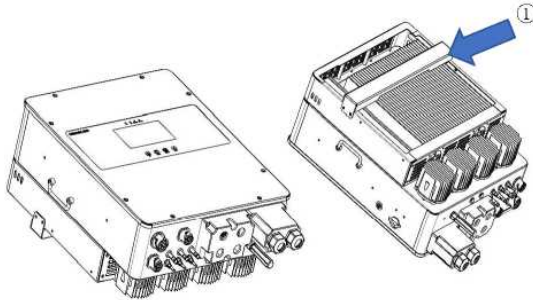
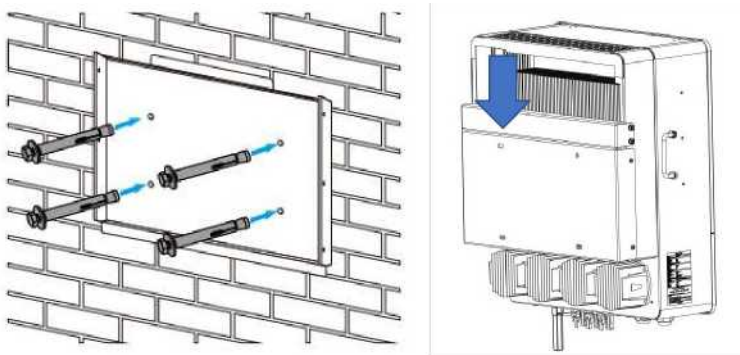

Рис. 2.7. Схема зняття кришки пристрою
Рис. 2.8. Схема розташування отворів для болтів
- Дістаньте інвертор з упаковки і прикріпіть до його корпусу малий монтажний кронштейн за допомогою чотирьох болтів $M6 \times 16$, позначених ① на рис. 2.7. Затягніть болти, від'єднайте великий кронштейн від задньої панелі інвертора і зробіть позначки під монтажні отвори на стіні (прямокутник 250×200 мм) відповідно до положення чотирьох болтів посередині великого кронштейна, див. рис. 2.8.
- Виберіть свердло відповідного розміру (див. рис. 2.8) і просвердліть у стіні чотири отвори завглибшки 52-60 мм.
Виберіть відповідні кабелі для акумуляторної батареї з наконечником, який має підходити під клеми для під'єднання батареї (рис. 2.8. Призначення з'єднувачів знизу інвертора) і вставте кабель у відповідний отвір. Порада: під час монтажу кабелів дотримуйтеся правильної полярності. За допомогою відповідної викрутки відкрутіть болти на інверторі, під'єднайте кабелі від акумуляторної батареї, потім затягніть болти з моментом 24,5 Н·м викруткою, обертаючи її за годинниковою стрілкою. Будьте уважні, не переплутайте плюсовий + і мінусовий - полюси.